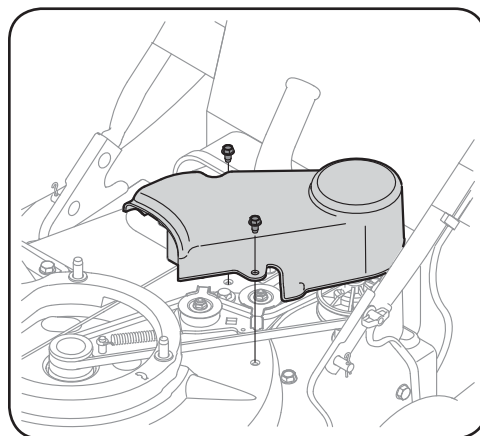

Figure 4-2
4. Retirez les trois boulons autotaraudeurs qui fixent le couvercle de courroie. Enlevez ensuite le couvercle de la courroie. Voir Figure 4-2.